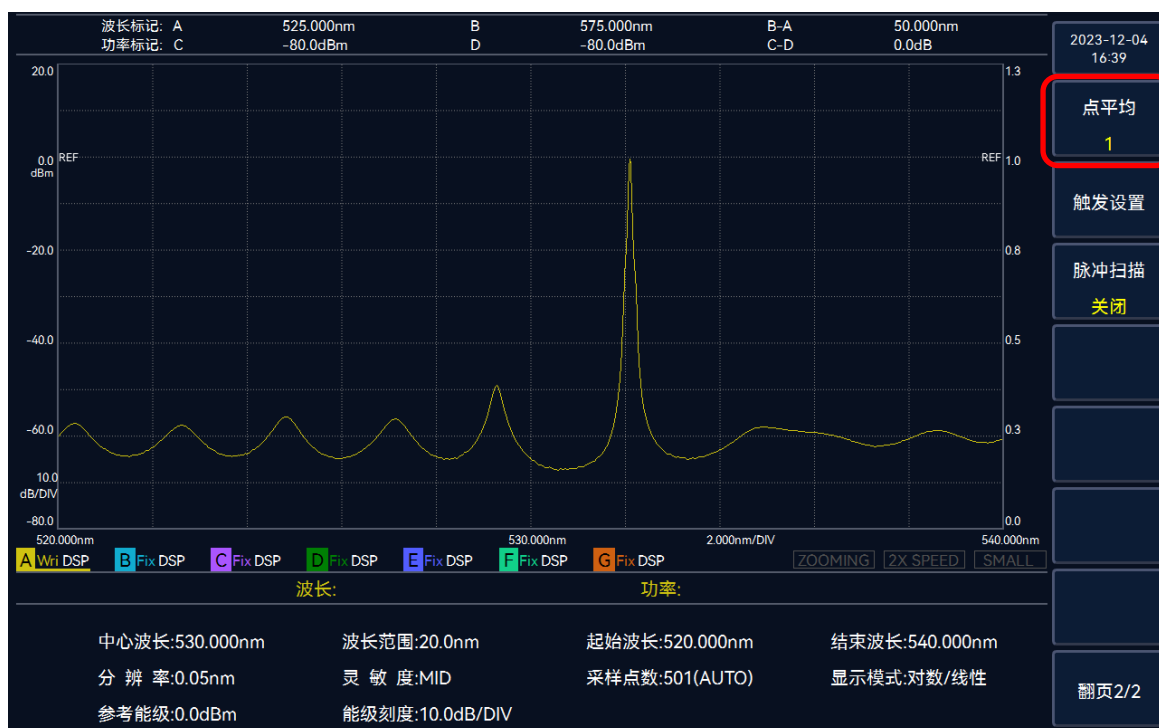

图 3.13 点平均示意图
2. 选择【点平均】，显示点平均次数的设置弹框，如图 3.13 所示。